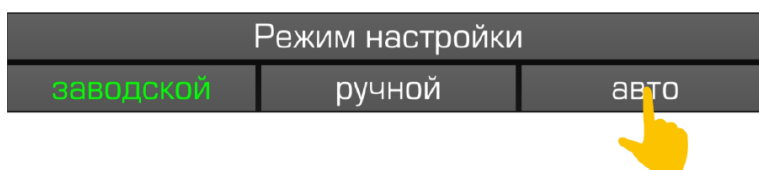

Рисунок 5.137. Активация автоматической настройки
- ▶ Активировать режим настройки «авто», рис. 5.137.